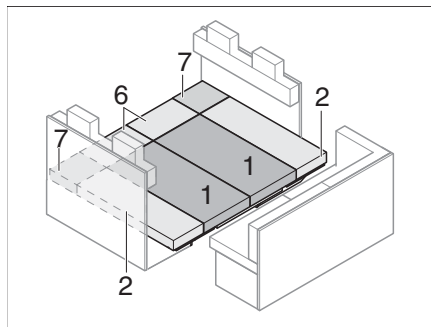

Fig. 179 Après la transformation
- Placer les coussins d'assise, les dossiers et les coussins supplémentaires comme montré en Fig. 179.